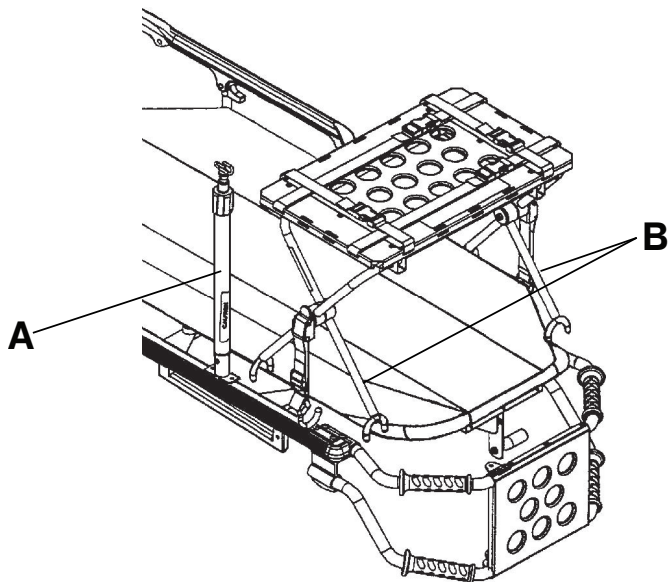

Figura 26 – Ridicați stativul de perfuzie și poziționați tava defibrilatorului (este ilustrat modelul 6506)
3. Dacă produsul este echipat cu un stativ de perfuzie, ridicați stativul de perfuzie (A) în poziția de sus (Figura 26).
5. Poziționați picioarele interioare (B) ale platformei defibrilatorului spre capătul pentru cap al produsului (Figura 26).